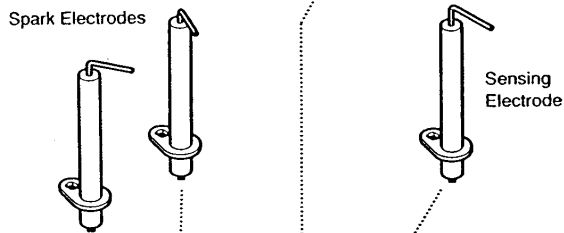

Fig. 68
**11.11 Electrodes (Fig. 68)**